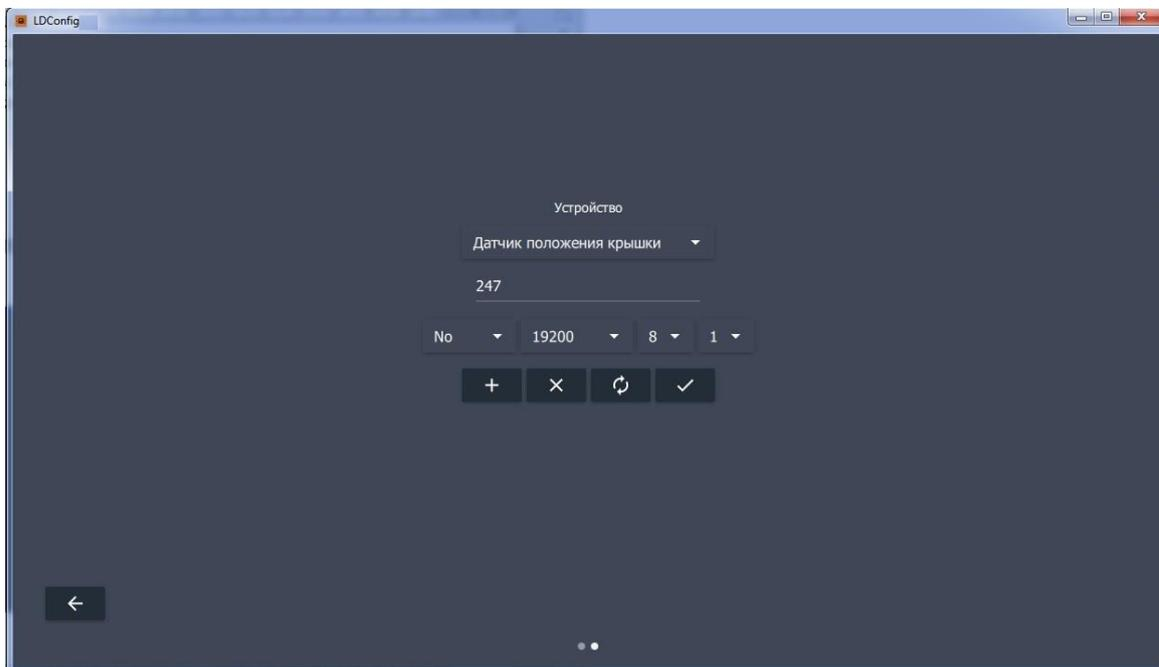

Рисунок 10.
- Укажите адрес, выберите ЧЕТНОСТЬ, СКОРОСТЬ, БИТЫ ДАННЫХ, СТОП БИТЫ (Рис.10),